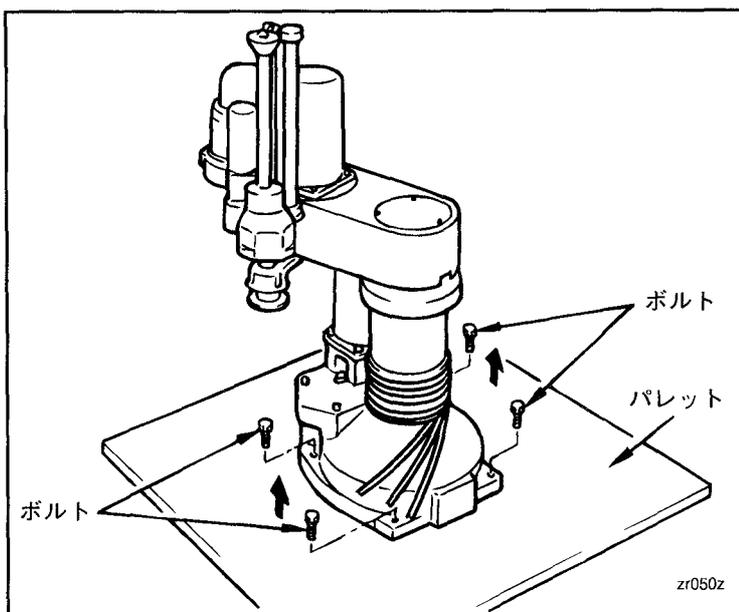

図5-56 ボルトの取り外し
- ⑤作業者Aはロボットを図5-56に示すパレットに固定しているボルト4個をはずしてください。